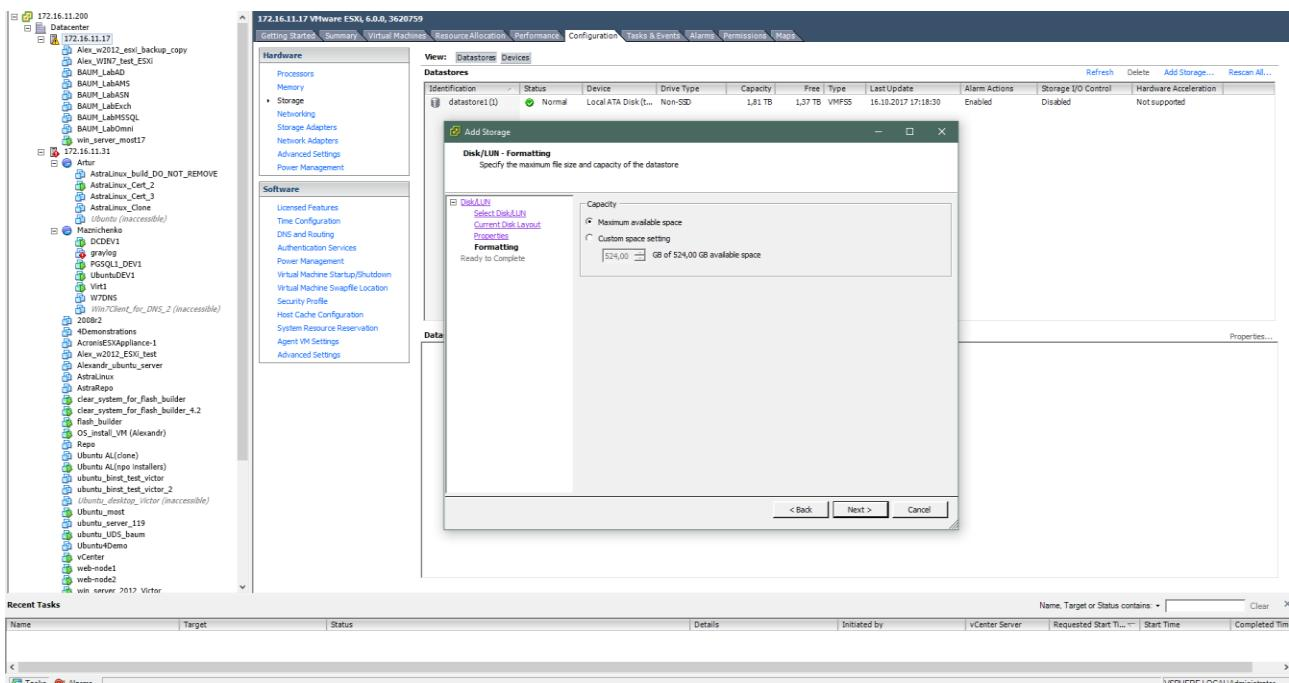

Рисунок 158. Размер Datastore
15. Нажмите на кнопку «Next» (см. Рисунок 158).